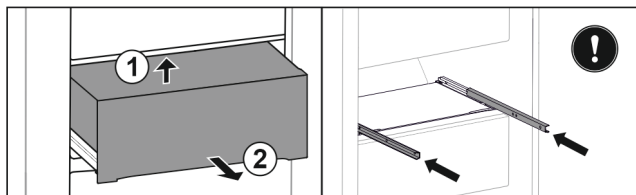

Fig. 117
- ▶ 从后下方抬起抽屉。 Fig. 117 (1)
- ▶ 朝前取出抽屉。 Fig. 117 (2)